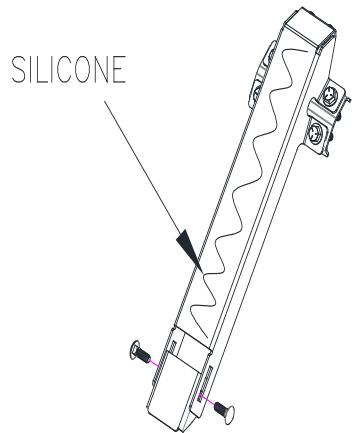

Fig. 2
4. Ensamble los soportes de pasador deslizante marcado "LBSYM" a ambos de los soportes exteriores marcados "DOB" & "POB" usando los tornillos provistos 1/4-20, arandelas y tuercas (Fig. 2). Apriete los accesorios lo suficiente que los soportes pasadores quedarán en su lugar, pero aún pueden moverse a mano.
15. Aplique una generosa cantidad de silicon a las superficies de las que la visera se colocará (Fig.2).